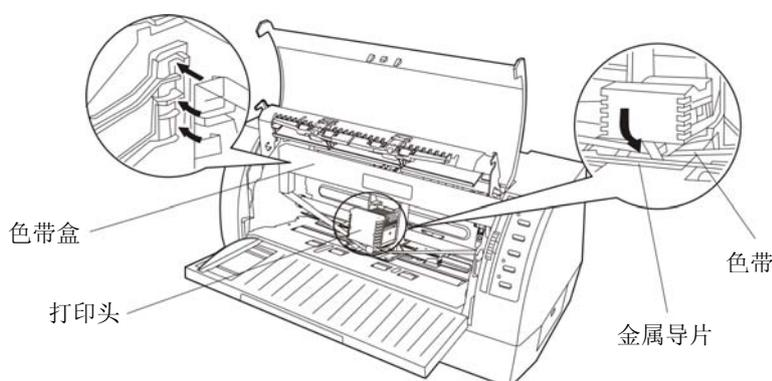

图 2-9 安装色带
7. 如图 2-9 所示抓住色带盒的两边，使色带盒两边的卡扣对准打印机两侧的安装槽，稍用力向前推进，直到完全卡到住。